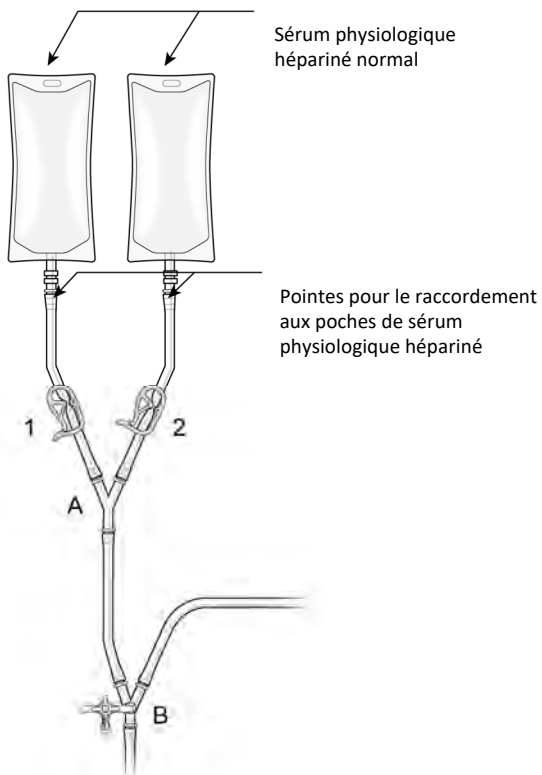

Figure 13
- Fermer le clamp de dérivation (4) après environ 1 minute pour assurer l'écoulement à travers les cartouches d'hémofiltration. Laisser le CO2 circuler dans les cartouches (après avoir fermé la pince 4) pendant au moins 5 minutes.
- Fermer les clamps de sérum physiologique (1, 2), le clamp de la conduite du cathéter à double ballonnet (3), les clamps d'entrée du filtre (5, 6), puis les clamps de sortie du filtre (7, 8) pour bloquer le CO2 dans le circuit. Arrêter le flux de CO2, fermer le robinet d'arrêt « F » et débrancher la conduite de connexion du CO2 et la jeter.
- (l) Accrocher deux poches de sérum physiologique stérile hépariné et les raccorder au circuit à l'aide des pointes, comme indiqué sur la figure 13, pour permettre l'amorçage par gravité des composants du circuit.